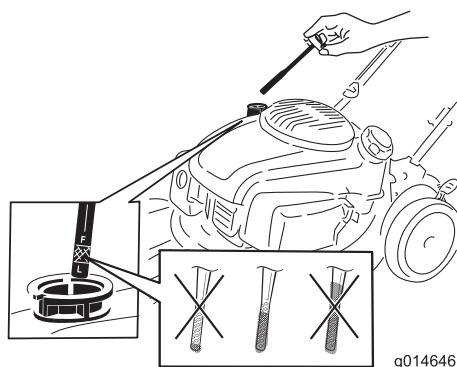

Figure 5
1. Retirez la jauge (Figure 5).
2. Versez de l'huile **lentement** dans le goulot de remplissage pour faire monter le niveau jusqu'au repère du plein (Full) sur la jauge (Figure 5). **Ne remplissez pas excessivement.** (Remplissage max. : 0,65 L (22 oz), type : huile détergente 10W-30 ou SAE 30 de classe de service API SJ ou supérieure.)
Remarque: Chaque fois que vous vérifiez le niveau d'huile, sortez la jauge et essuyez-la sur un chiffon propre, remettez-la dans le goulot de remplissage (*sans* la visser), puis ressortez-la et vérifiez le niveau (Figure 5).